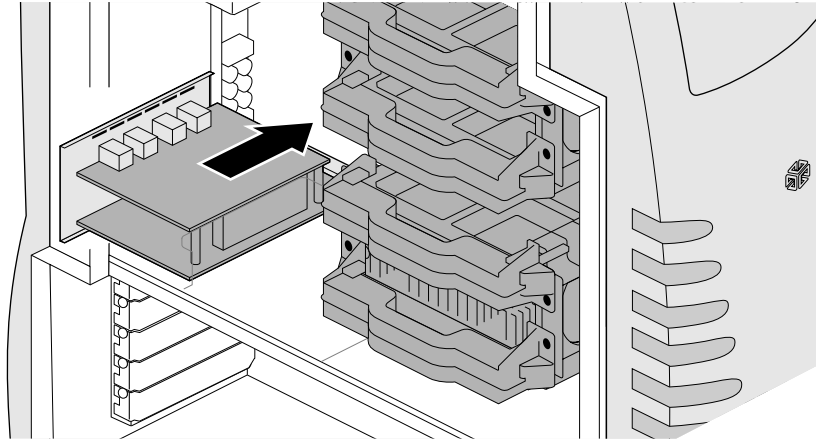

Figure 5-18 Insertion de la carte Silicon Graphics SD1100 en vue de sa connexion à la carte mère
12. En maintenant la carte au niveau du panneau E/S, appuyez fermement, mais sans forcer, sur la carte Silicon Graphics SD1100 afin de l'insérer dans le connecteur de la carte mère. Veillez à ce que le bord de la carte le plus proche du connecteur du système soit bien inséré dans son emplacement et qu'il soit fixé correctement au châssis (voir Figure 5-18).